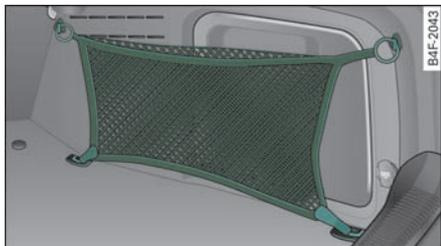

图 86 第 1 种挂法：
- 首先将行李网固定在底板上的两个固定环上，然后固定在右边的侧饰板的挂钩上=>图 86。